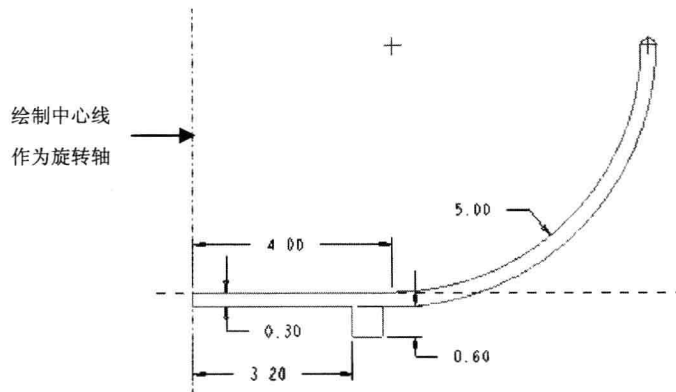
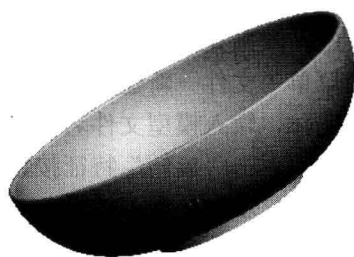

图 1-10
图 1-11
(3) 单击适当位置，在弹出的菜单中选择“定义”命令，选择 FRONT 面作为草绘平面，系统自动选取 RIGHT 面作为右方向参照，单击“草绘”按钮，进入二维草绘界面，画出如图 1-10 所示的草图。
(4) 单击 按钮完成并自动退出草绘。
(5) 单击特征控制区右边的 按钮，完成零件，如图 1-11 所示。
(6) 保存文件退出。